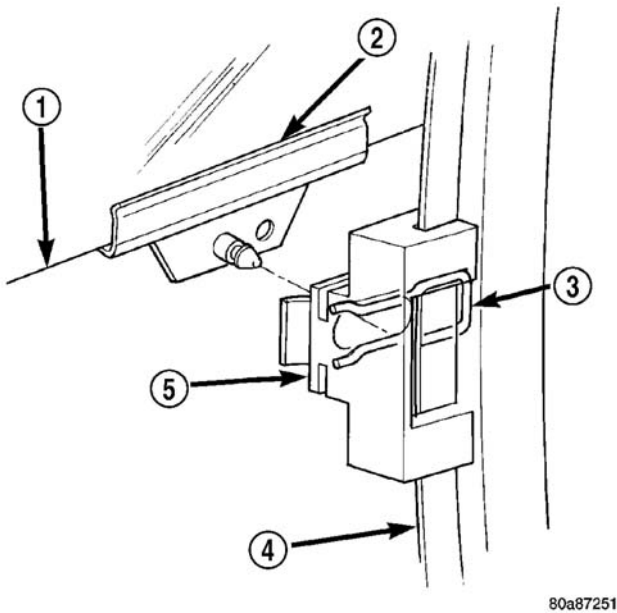
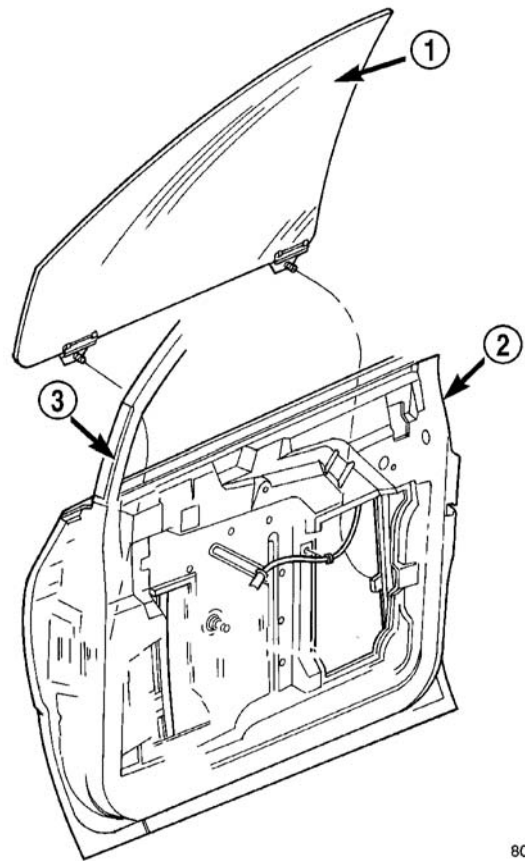

图 6 前车门玻璃夹子
图 7 前车门玻璃
- (1) 卸下密封条。（参见 23-车身/车门-前部/密封条-拆卸）。
- (2) 拆卸内玻璃嵌条。（参见 23-车身/密封条/密封/前门内密封条-拆卸）。
- (3) 拆卸外玻璃嵌条。（参见 23-车身/密封条/密封/前门外密封条-拆卸）。
- (4) 调整玻璃位置，以便能经由车门板的前、后检查孔，接近前后玻璃升降器与板。
- (5) 拆卸将车门玻璃固定到玻璃升降器升降板的夹子（图 6）。
- (6) 将玻璃拆离玻璃升降器升降板。
- (7) 将玻璃拆离密封条。
- (8) 将玻璃前端插入玻璃导槽与外侧车门板之间。
- (9) 将玻璃向上举并自车门顶部开口的外侧取出玻璃（图 7）。
- (10) 将玻璃拆离车辆。
（1）安装将车门玻璃连接至玻璃升降器升降板的夹子（图 6）。
（2）将玻璃装入车窗开口，其前端插入导槽与外侧车门板之间（图 7）。